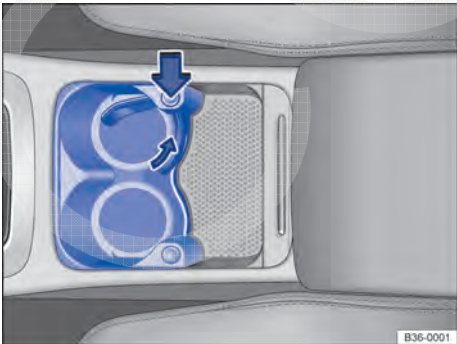

Fig. 147 No console central dianteiro: porta-bebidas (variante 1). Rebater o suporte no porta-copos aberto.
- Pressionar o botão ⇒ Fig. 147 (seta grossa) para girar o suporte para fora.
- Girar o suporte de volta ao console ⇒ Fig. 147 (seta menor). O suporte precisa se encaixar.